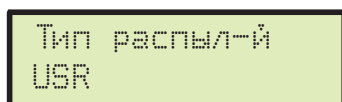

Рис. 60
- Прежде всего выберите **Тип распыл-ля** (ISO или USR Рис. 60).